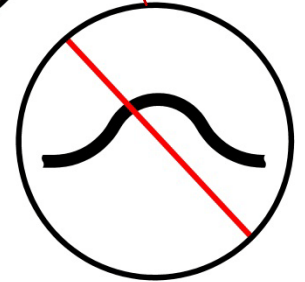

图 2B。
- 加热器入口: 将软管从加热器的入口连接到冷却液从发动机流出的地方。在软管的布线上, 不得出现高点。见图 2B。